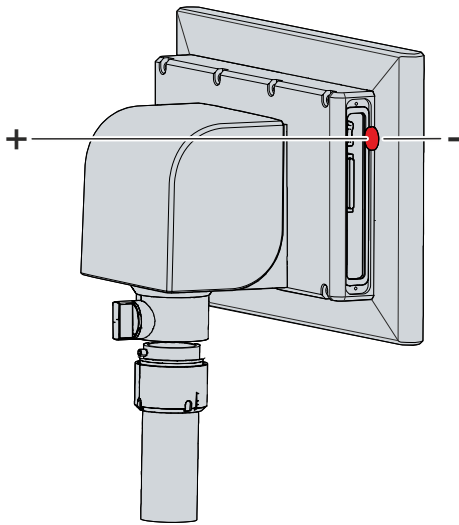

Abb. 43: Austausch Batterie
2. Stecken Sie die neue Batterie per Hand in den PC. Achten Sie dabei auf die richtige Polung wie dargestellt (siehe Abb. 43).